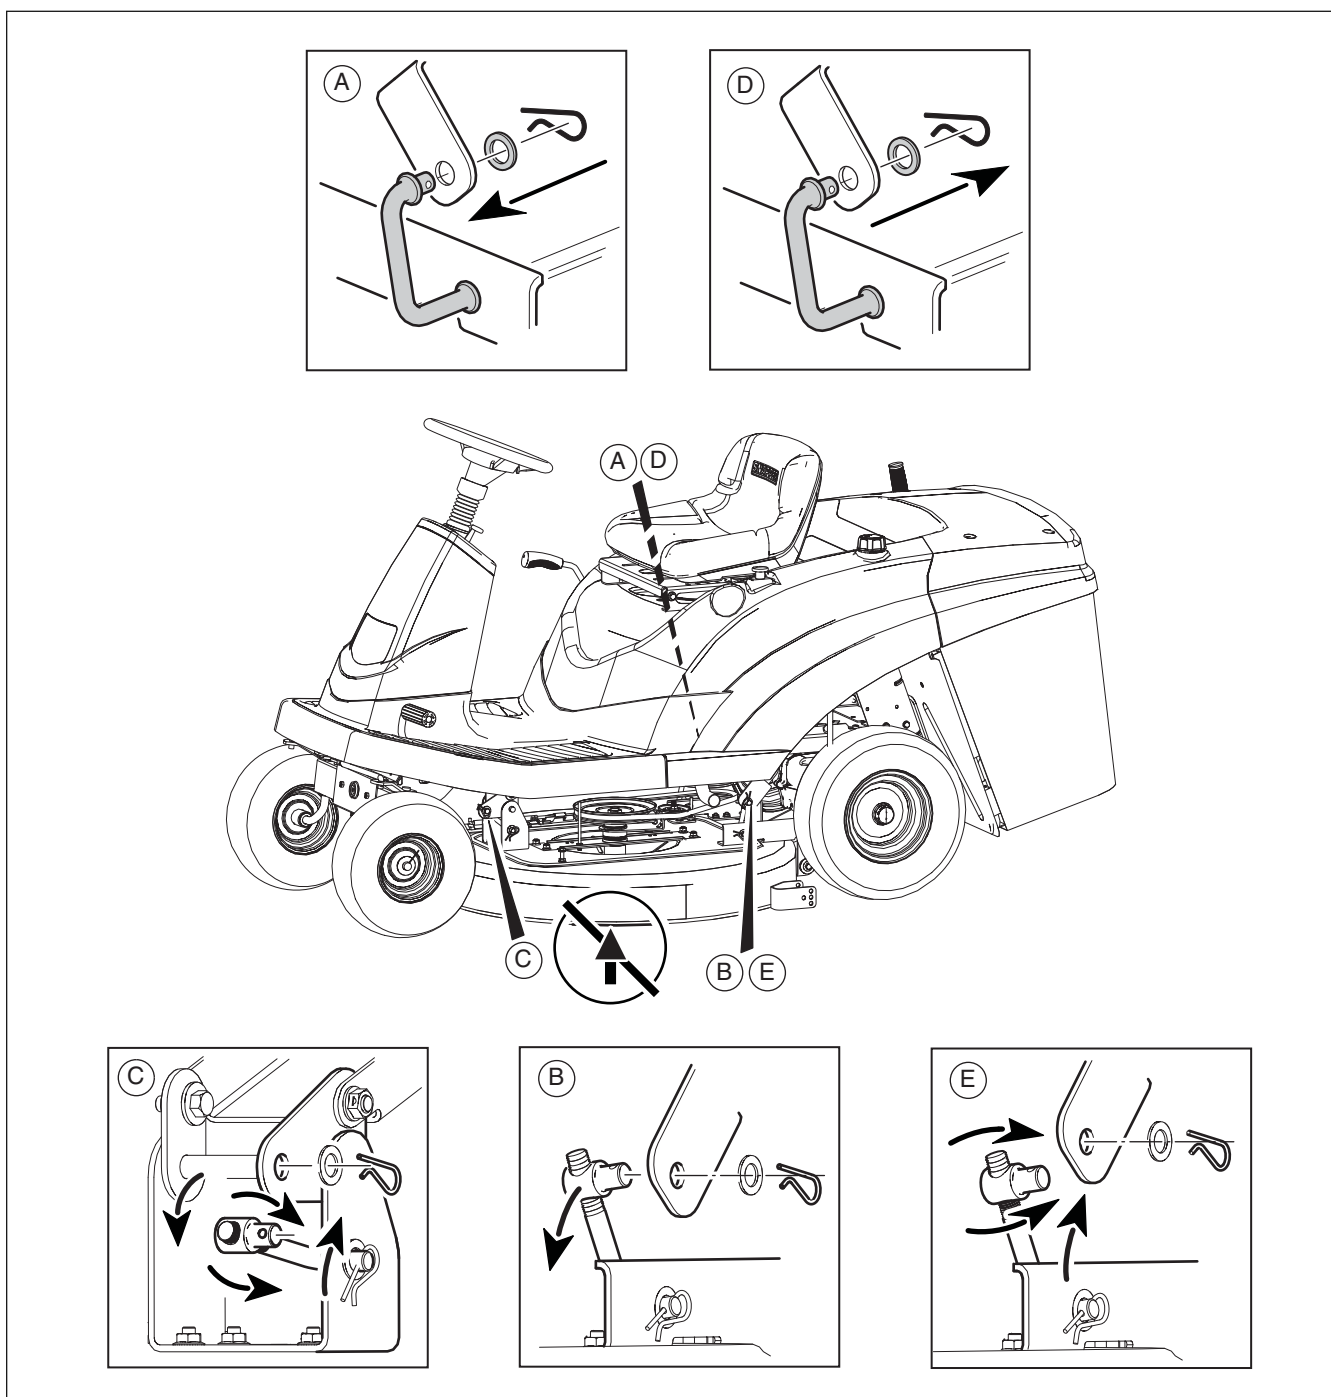

Abbildung 27
5. Die Hubgestänge an der Rückseite des Mähwerks abtrennen (siehe **A** und **B**, **Abbildung 27**).
7. Splint und Einstellmutter von der vorderen Halterungsbaugruppe entfernen (siehe **C**, **Abbildung 27**).
10. Die hinteren Hubgestänge wieder anbringen (siehe **D** und **E**, **Abbildung 27**).